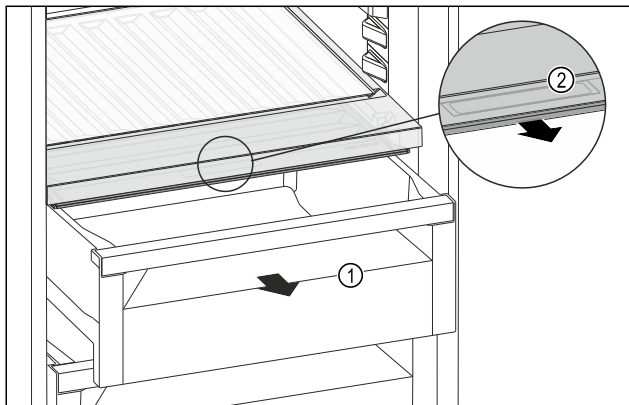

Fig. 152
- Zásuvku Fig. 152 (1) vytáhněte.
- Uchopte prohlubeň pro rukojeť Fig. 152 (2) na víku zásuvky a současně zatáhněte za víko zásuvky směrem dopředu.